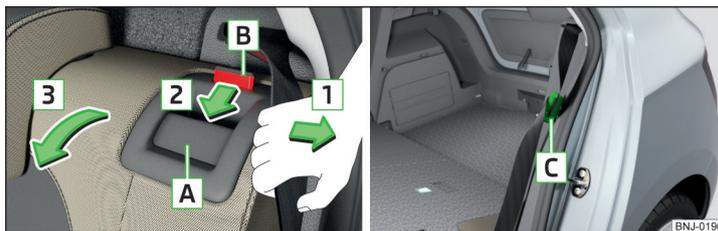

Fig. 65 Abatir el respaldo / Posición de reserva del cinturón de seguridad
- Tirar el cinturón de seguridad externo hacia el revestimiento lateral en el sentido de la flecha 1 » fig. 65.
La lengüeta del cierre de los cinturones de seguridad externos **C** ➤ fig. 65 puede introducirse en el revestimiento lateral.